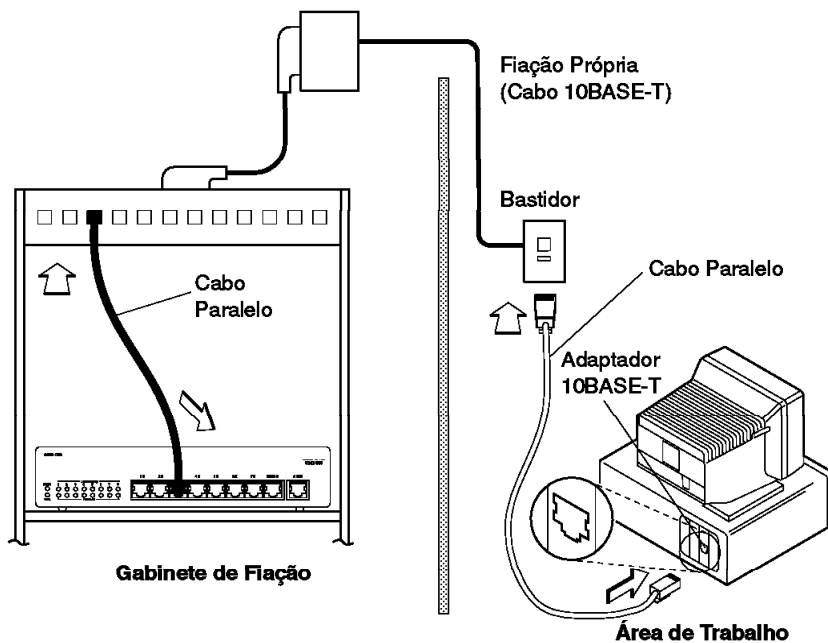

Figura 2-4. Utilização de Cabos Paralelos e Fiação Própria
- 2 Inicie conectando os cabos na área de trabalho. Conecte uma extremidade do cabo paralelo ao conector 10BASE-T no adaptador (geralmente denominado como NIC) do dispositivo e a outra extremidade ao conector 10BASE-T no bastidor em que a fiação termina. Consulte a Figura 2-4 na página 2-9 para visualizar a figura desta conexão.